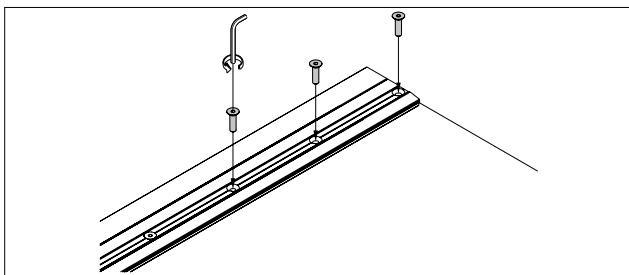

Abb. 49 Türschiene lösen
15. Demontierte Flügel nacheinander mit 2 Personen auf die Lagerböcke ablegen und die untere und obere Türschiene (Abb. 49) lösen und entfernen.